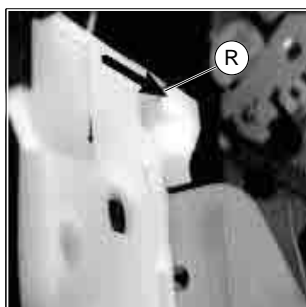
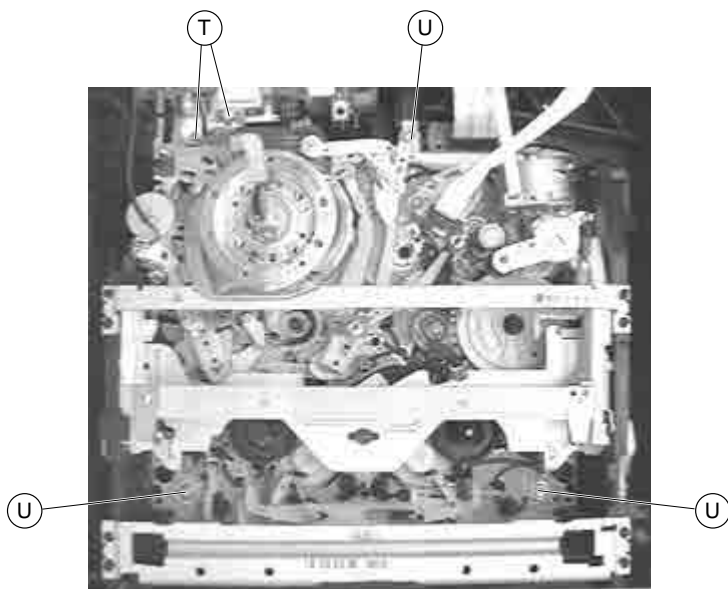

Fig. 8
Fig. 10
- Arretierungen (R) (Fig. 8) und (S) (Fig. 9) des Cassettenschachtes lösen und diesen dabei so weit nach innen schieben, bis die Schrauben (U) (Fig. 10) zugänglich sind.
- Schrauben (U) entfernen (Fig. 10) und gegebenenfalls Steckverbindungen zur Elektronik lösen.
- Schrauben (T) entfernen, Steckverbindungen lösen und Kopfverstärker nach oben herausziehen (Fig. 10).
- Release the locks (R) (Fig. 8) and (S) (Fig. 9) of the cassette compartment and move it inwards to gain access to the screws (U) (Fig. 10).
- Undo the screws (U) (Fig. 10) and unplug the connectors to the electronics if necessary.
- Undo the screws (T), unplug the connectors and raise the Head Amplifier to remove it (Fig. 10).